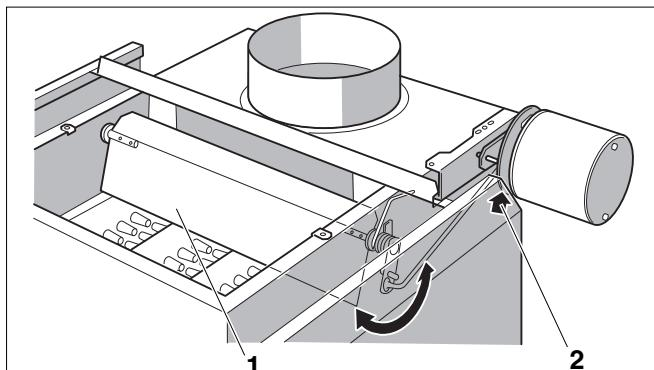

Рис. 35 Проверка запорного клапана дымовых газов (дополнительная комплектация)
- При запросе на покрытие тепловой нагрузки запорный клапан дымовых газов (Рис. 35, **поз. 1**) должен переходить в положение "Открыто". Проконтролируйте это по движению рычажка (Рис. 35, **поз. 2**).